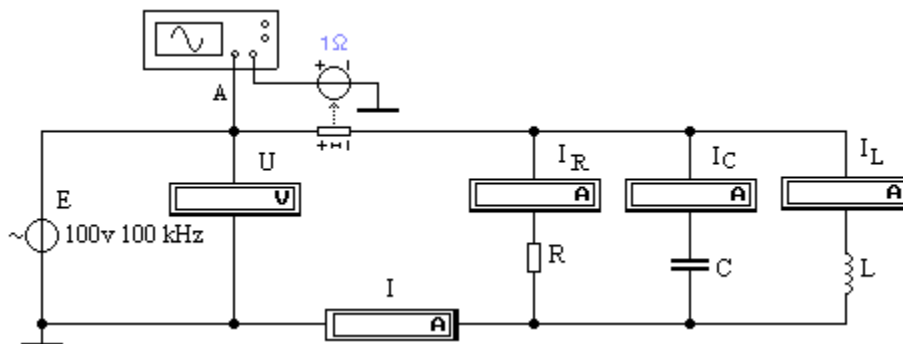

Рисунок 3 - Схема исследования RLC – цепи
1. Собрать схему электрической цепи (рисунок 3).